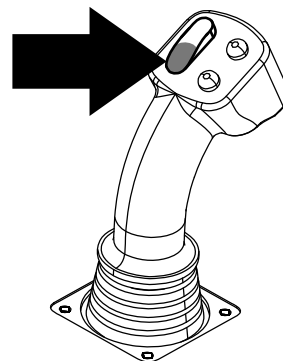

Figure 4
**Important:** Maintenez bien le bas de l'interrupteur à bascule de la came enfoncé sur le levier de commande gauche jusqu'à la fin de chaque étape (Figure 4).